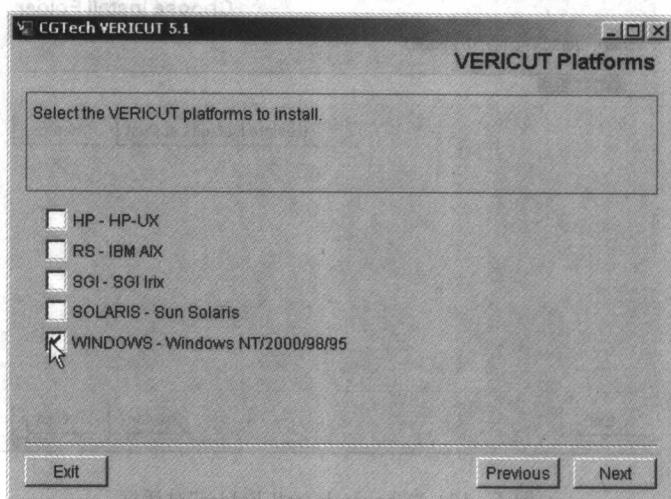

图 1-12 “VERICUT Platforms”对话框
- (7) 选中“Full Install”按钮后，单击“Next”按钮，弹出如图 1-12 所示的“VERICUT Platforms”对话框，选中“WINDOWS-Windows NT/2000/98/95”复选钮，设定安装平台为 Windows 系统。